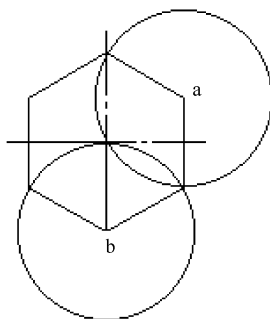

图 3-6 绘制圆
2) 绘制圆。单击圆按钮, 分别以点 a 和点 b 为圆心, 12.7mm 为半径绘制圆, 操作结果如图 3-6 所示。